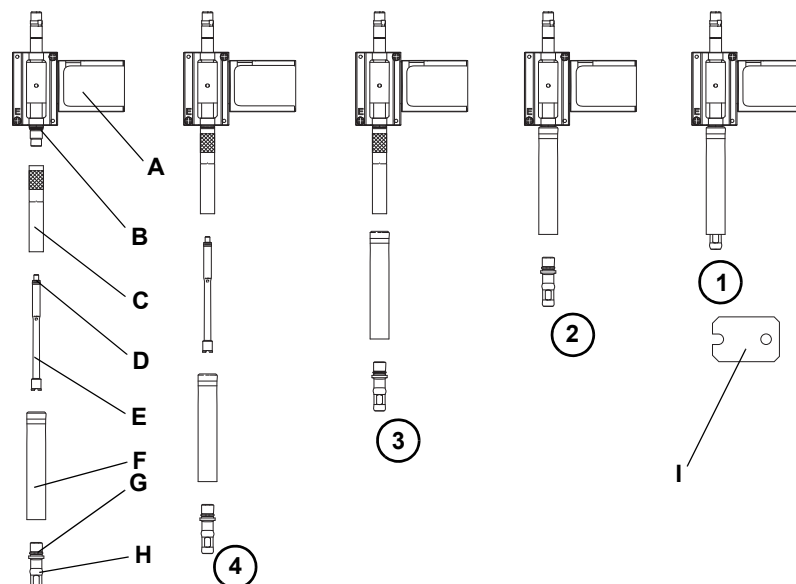

Abb. 7-11 Ausbau/Installation Air LiHa DiTi-Aufnahmemechanismus
- 2 Halten Sie das Abwurfrohr für die Spitze und den Spitzenadapter, während Sie den DiTi-Konus mithilfe des mitgelieferten DiTi-Konus-Schlüssels abschrauben (Schritt (1) und (2) in Abb. 7-11, 7-41).
- 4 Entfernen Sie das Abwurfrohr für die Spitze (Schritt (3) in Abb. 7-11, 7-41).
- 5 Schrauben Sie den Adapterzylinder und das Luftrohr ab und entfernen diese (Schritt (4) in Abb. 7-11, 7-41).